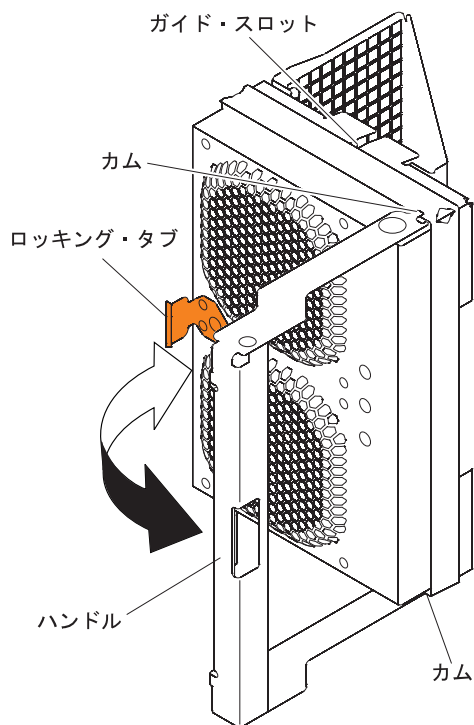

図 94. ファン・アセンブリーの取り外し
- a. ストレージ拡張エンクロージャーの背面で、ファン・アセンブリー・ハンドルを所定の位置に保持しているロックング・タブを押して、ファン・アセンブリーを手前に引き、ファン・アセンブリーを取り外します (図 94 を参照)。